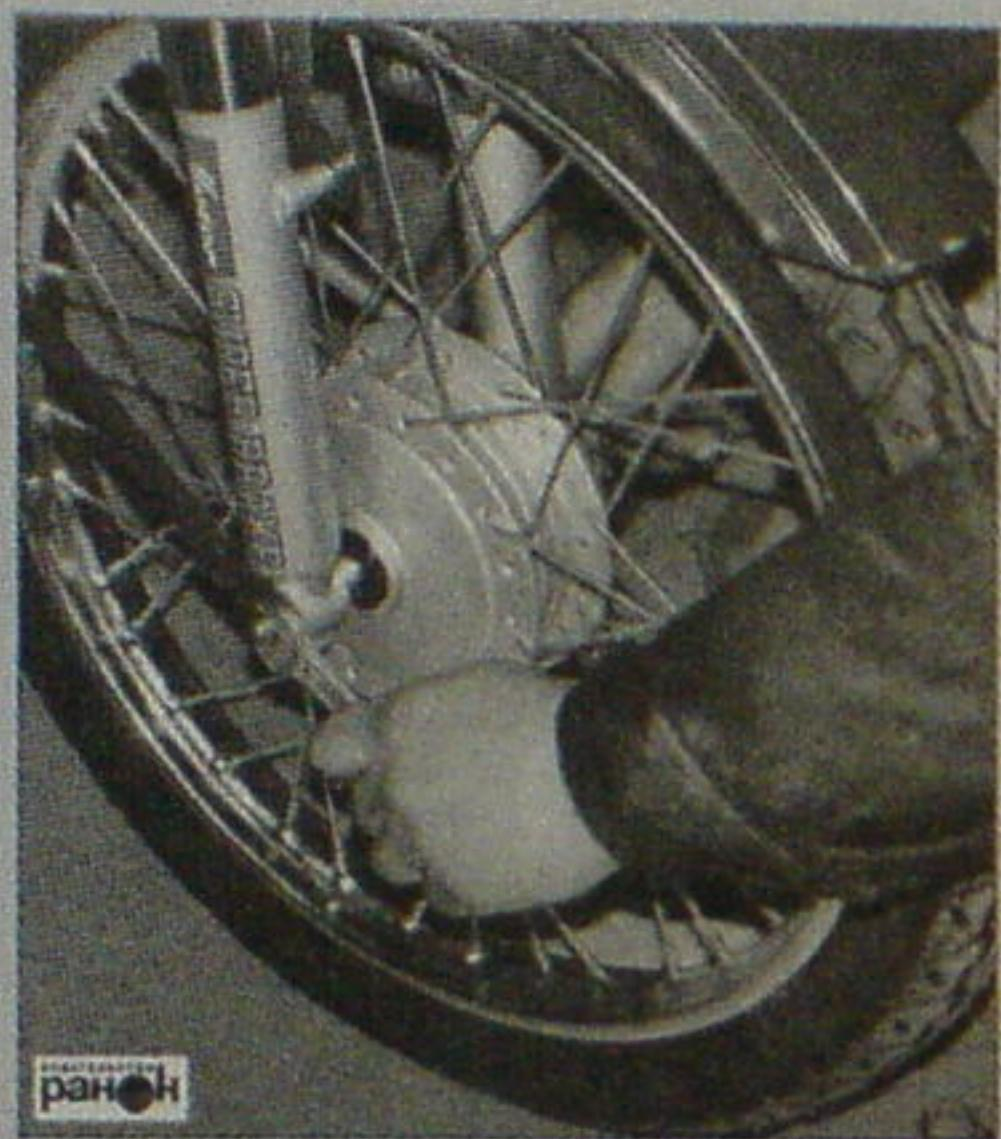

Рис. 37. Снятие колеса
- открутив гайку крепления, вынуть шпильку колеса (рис. 37);